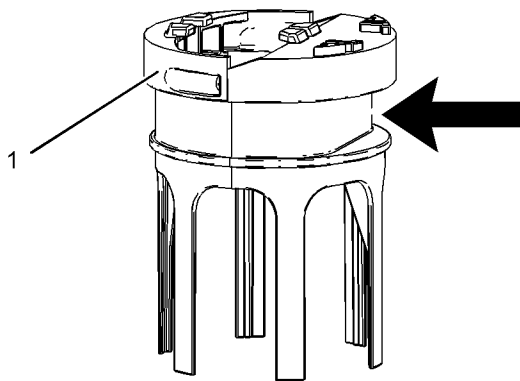

Abbildung 77
4. Den Saugfilter (4) an den Sicherungsnasen (5) packen und vom unteren Ende der Tankeinsatz-Heizschlange abziehen. Den Filter durch einen neuen Saugfilter ersetzen.
6. Sicherstellen, dass die Bandschelle auf den flachen Bereich des Filtersockels ausgerichtet ist, wie in Abbildung 77 dargestellt. Die Bandschelle mit $4.5 \pm 0.7 \text{ N}\cdot\text{m}$ ($40 \pm 6 \text{ lb in}$)(1) festziehen. Sicherstellen, dass der Filter beim Festziehen der Bandschelle nicht gequetscht wird.